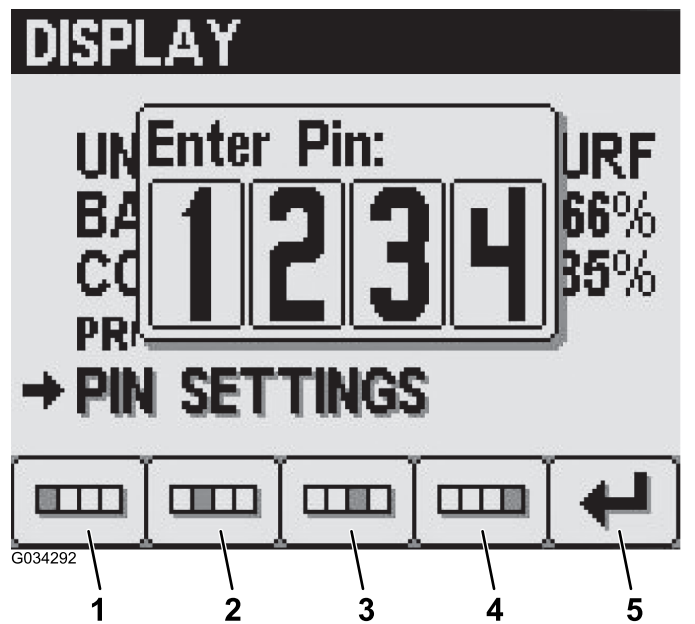

Figura 32
- Introduza o PIN de quatro dígitos utilizando os botões 1 a 4 e prima o botão 5 para introduzir o PIN no InfoCenter (Figura 32).
2. Introduza o PIN de quatro dígitos utilizando os botões 1 a 4 e prima o botão 5 para introduzir o PIN no InfoCenter (Figura 32).
4. Introduza o PIN antigo utilizando os botões 1 a 4 e prima o botão 5 para introduzir o PIN no InfoCenter (Figura 32).